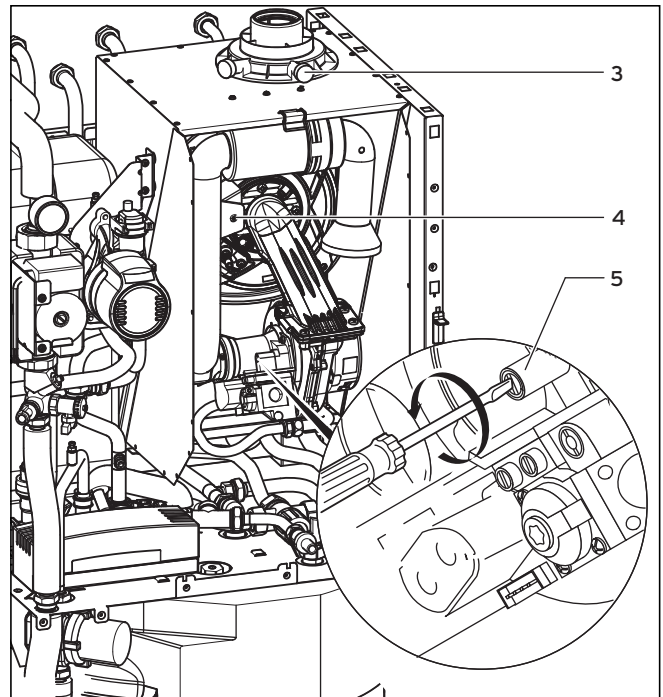

Abb. 7.5 CO₂-Prüfung
Korrekte Neueinstellung des CO₂-Wertes. Erfolgt nach 5 Zündversuchen keine Zündung, drehen Sie die Luftzahleinstellschraube (**5**, Abb. 7.5) nochmals etwa 1/2 Umdrehung herein (rechts herum, im Uhrzeigersinn).
- Drehen Sie die Luftzahleinstellschraube (**5**, Abb. 7.5) behutsam rechts herum (im Uhrzeigersinn), um den CO₂-Gehalt zu verringern.